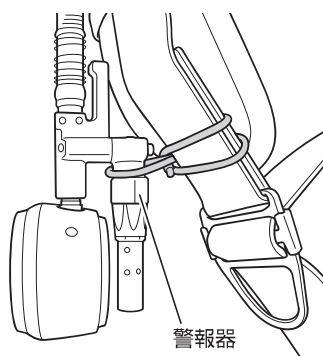
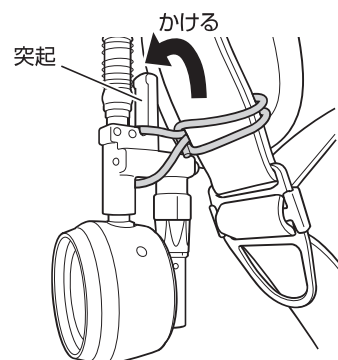

図 72 警報器にかける
図 73 突起にかける
3. ゴムバンドを警報器および突起に取り付ける。(図 72、図 73 参照)
- 図72、図73の警報器および突起への取付けと逆の要領で取り外してください
8. ゴムバンドを警報器および突起に取り付ける。(図 72、図 73 参照)